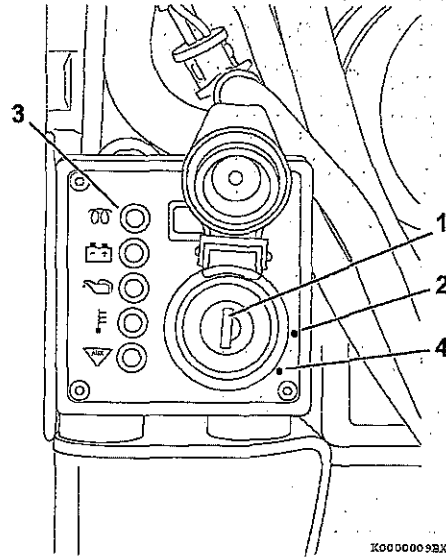
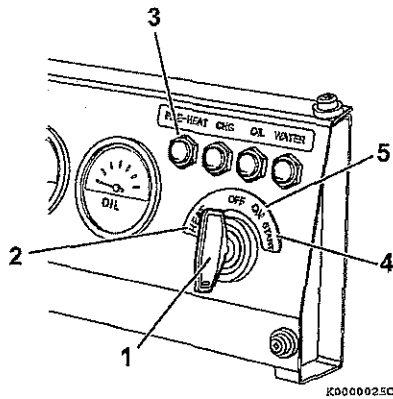

図 2
図 3
7. キー ((1, 図 2) または (1, 図 3)) をスタータスイッチに挿入します。
8. キーを HEAT の位置 (2, 図 3) に回します。ヒートランプ (3, 図 2) または (3, 図 3) が点灯して、数秒後 (グロータイプ: IDI 4 秒、DI 15 秒 / エアヒータタイプ: 15 秒) に消灯します。ヒートランプが消灯するのを目安にして、エンジンの始動操作を行います。
ヒートランプ (3, 図 2) が点灯して数秒後 (グロータイプ: IDI 4 秒、DI 15 秒 / エアヒータタイプ: 15 秒) に消灯します。その後、始動操作を行います。
9. キーを START の位置 (4, 図 2) または (4, 図 3) に回します。エンジンが始動したら、すぐにキーから手を放します。手を放すと、キーは ON の位置 (2, 図 2) または (5, 図 3) に戻ります。